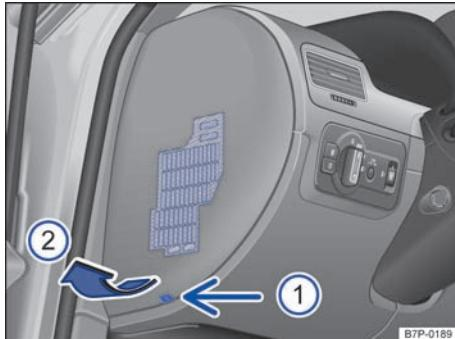
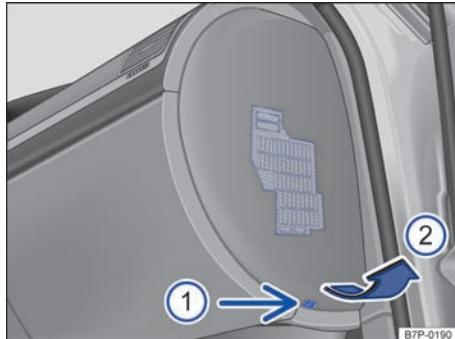

图 271 在左侧仪表板上：取下保险丝盒盖板
图 272 在右侧仪表板上：取下保险丝盒盖板
- 将扁平的物品（例如随车工具中的螺丝刀）插入凹槽 → 图 271 ① 或 → 图 272 ① 中，然后小心地沿箭头方向撬下盖板 ②。